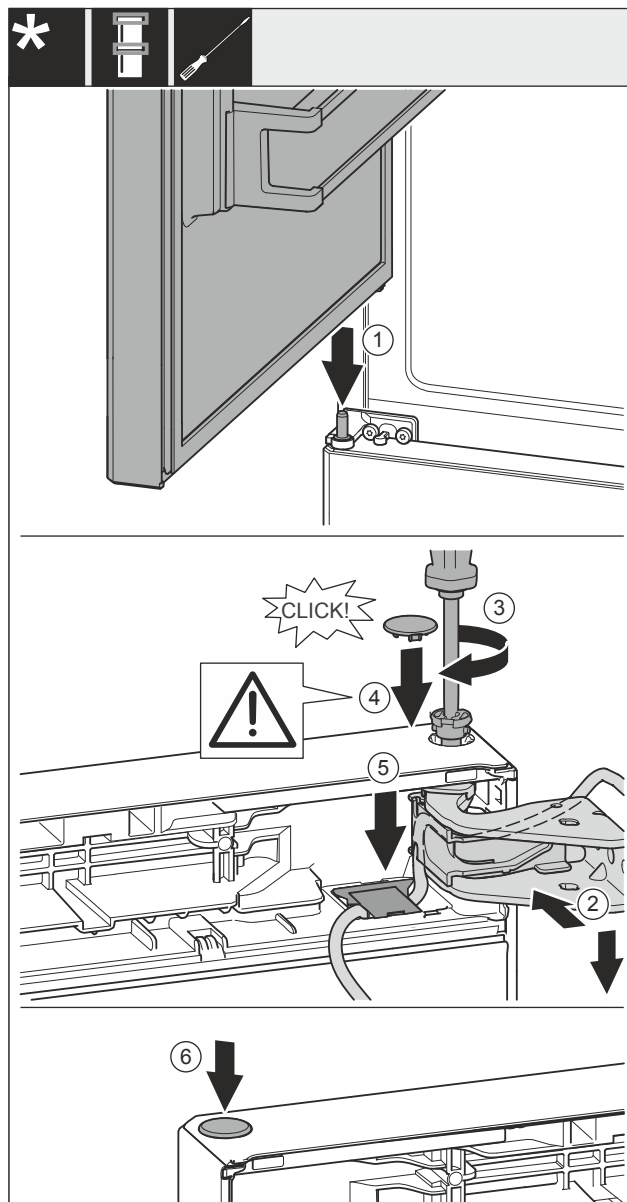

Fig. 55
- ▶ Установите верхнюю дверь на средний опорный палец Fig. 55 (1).
- ▶ Выровняйте дверь вверху по отверстию в опорном кронштейне Fig. 55 (2).
- ▶ Вставьте палец Fig. 55 (3) и затяните отверткой.
- ▶ Установите крышку Fig. 55 (4).
- ▶ Проследите за тем, чтобы крышка Fig. 55 (4) прилегала к дверям.
- ▶ Установите крышку Fig. 55 (5) и прижмите вниз до момента фиксации.
- ▶ Установите крышку Fig. 55 (6).